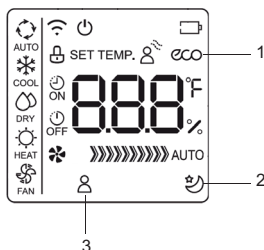

fig. 6 -
- Funzionamento "ECO"** (part.1 "fig. 6 -") (il display dell'unità interna mostra la scritta "E--C--O" con le lettere che appaiono una in seguito all'altra, seguite dall'indicazione della temperatura impostata). La funzione "risparmio energetico" è attivabile esclusivamente nel funzionamento COOL, premendo il tasto "ECO". Se il set point di temperatura è inferiore a 24°C, attivando la modalità "ECO" il set point di temperatura viene automaticamente modificato a 24°C e la velocità del ventilatore portata su "Auto" per risparmiare energia. Se il set point di temperatura è superiore a 24°C, attivando la modalità "ECO" il set point di temperatura non viene modificato e la velocità del ventilatore viene portata su "Auto". Per uscire dalla modalità di funzionamento "ECO", premere il tasto "ECO", oppure selezionare un'altra modalità di funzionamento, oppure abbassare il set point di temperatura ad un valore inferiore a 24°C.
- Funzionamento SLEEP** (part.2 "fig. 6 -"). Premendo per 2 secondi il tasto "ECO" si attiva la modalità "SLEEP" che predispose la macchina nella modalità di funzionamento notturno evidenziato dal relativo simbolo sul display. La temperatura di set point aumenta (funzionamento in freddo "COOL"), o diminuisce (funzionamento in caldo "HEAT"), di 1°C ad intervalli prestabiliti per un massimo di 2 °C. La funzione SLEEP termina automaticamente dopo 8 ore e l'unità continua a funzionare mantenendo l'ultimo set point. La funzione non è disponibile nelle modalità di funzionamento "FAN" (ventilazione) e "DRY" (deumidificazione).
- Funzionamento "FOLLOW ME"** (part.3 "fig. 6 -"). Attivabile nel funzionamento HEAT - AUTO - COOL. Il telecomando invia automaticamente ogni 3 minuti il segnale della temperatura locale letta dal medesimo al condizionatore. Tale temperatura viene presa a riferimento per il controllo della macchina. E' necessario che telecomando e unità possano trasmettere e ricevere il segnale tra loro. Se il condizionatore non riceve il segnale dal telecomando per 7 minuti, smetterà di considerare tale valore e tornerà ad utilizzare il valore letto dalla sonda a bordo macchina.